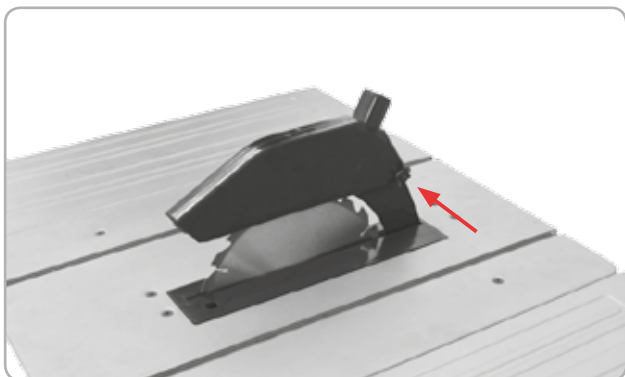

Fig.6
- Atașați protecția de pânză de fierăstrău pe despicător astfel încât șurubul să intre în gaura din despicător. Fig. 6
- Demontați protecția de pânză de fierăstrău (Fig. 6)